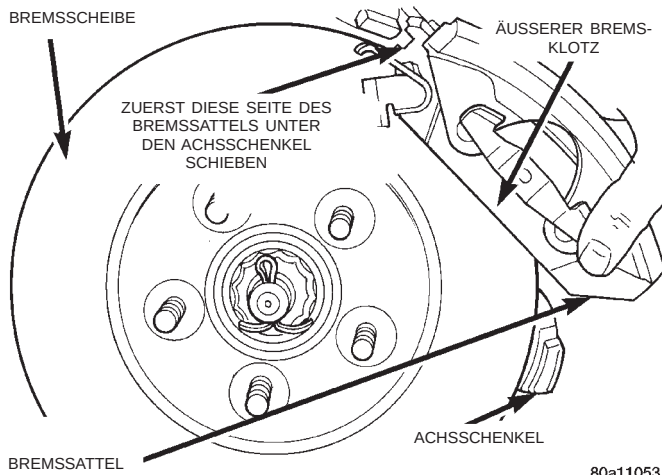

Abb. 74 Bremssattel anbauen
(9) Bremsscheibe auf Radnabe montieren.
(10) Bremssattel auf Achsschenkel montieren. Dazu zuerst das Oberteil des Bremssattels unter den obersten Anguß des Achsschenkels schieben. Dann das Unterteil des Bremssattels gegen den unteren Anguß drücken (Abb. 74).